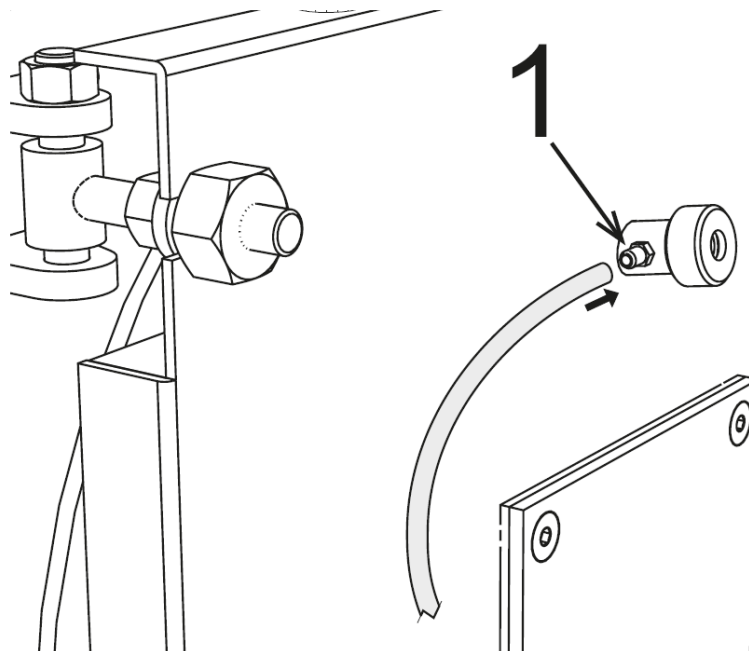

fig. 14
El piloto de control de llama está dotado de una toma de presión (ref. 1 - fig. 14) que se conecta mediante un tubo de silicona (no incluido) o de cobre a la toma en el quemador. Esta operación permite al aire soplado por el ventilador enfriar el vidrio del piloto e impedir el ennegrecimiento. Si el tubo no se conecta al piloto, el vidrio de control se podría romper.